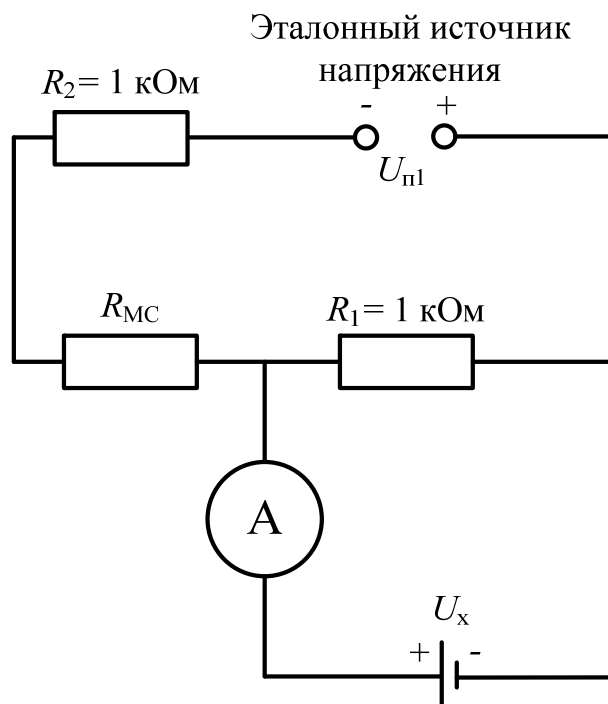

Рисунок 2 – схема экспериментальной цепи
6. Собрать электрическую схему, представленную на рис. 2.
1. По данным таблицы 1 определить значение напряжения, измеряемого компенсационным методом по схеме, представленной на рис. 2 по формуле: